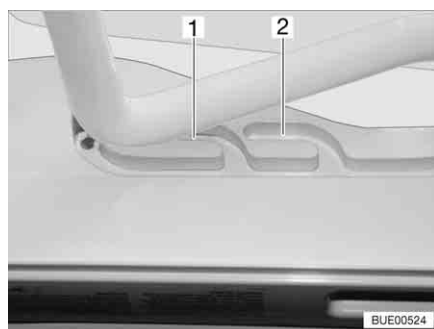
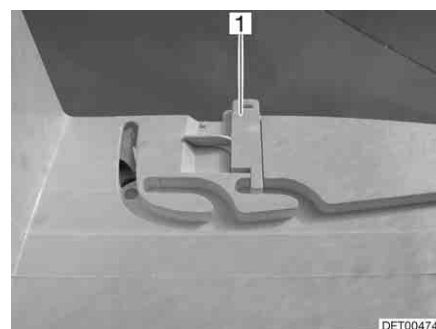

Bild 62 Heki-takluckan i ventilationsläge
Bild 63 Lås ventilationsläge
Heki-takluckan kan ställas i två ventilationslägen: Läget för dåligt väder (Bild 62,1) och mittläget (Bild 62,2). Beroende på modell kan takluckan låsas i mittläget med de båda spärrarna (Bild 63,1) till höger och vänster om ramen till takluckan.
- Tryck bygel lätt uppåt och skjut in den i det valda spåret (Bild 62,1 eller 2) och lås eventuellt.